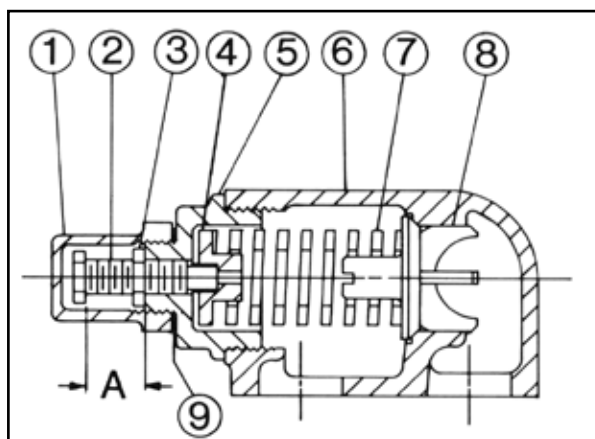

FIGURE 26
2. Mesurer et noter la longueur d'extension de la vis de réglage. Voir « A » sur la figure 26.